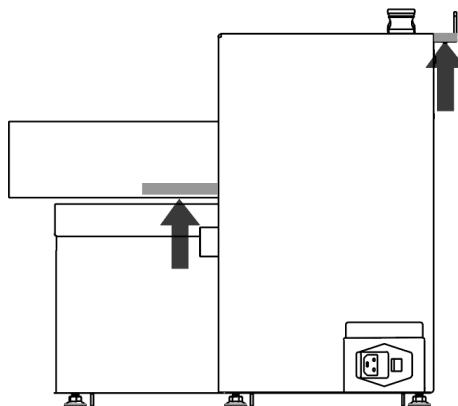

Figura 4 Puntos de Elevación del Acoplador
**ADVERTENCIA:** EQUIPO PESADO – SIEMPRE que desembale y mueva este equipo de la paleta de envío, haga que lo hagan más de una persona usando los puntos de elevación (Figura 4). Consulte la sección Especificaciones para conocer el peso del acoplador. El incumplimiento puede causar lesiones personales.